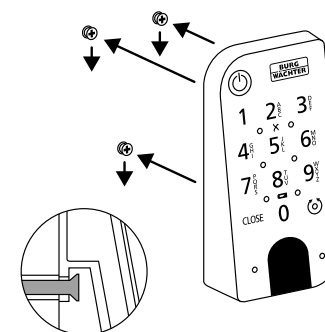

Fig. 4
- 4 Posizionare il tastierino sulle teste delle viti come indicato nella figura (Fig. 4).